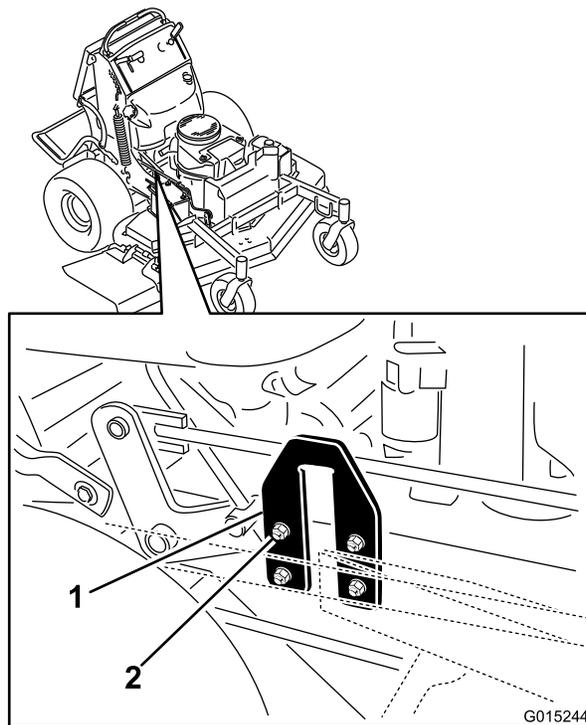

図 84
2. エンジンデッキの側面についている U プレートを探し出す (図 84)。
3. 片側の U プレートをゆるめて、上または下に移動させて、B と C とでの測定値の差が6mm以内になるようにする (図 84)。